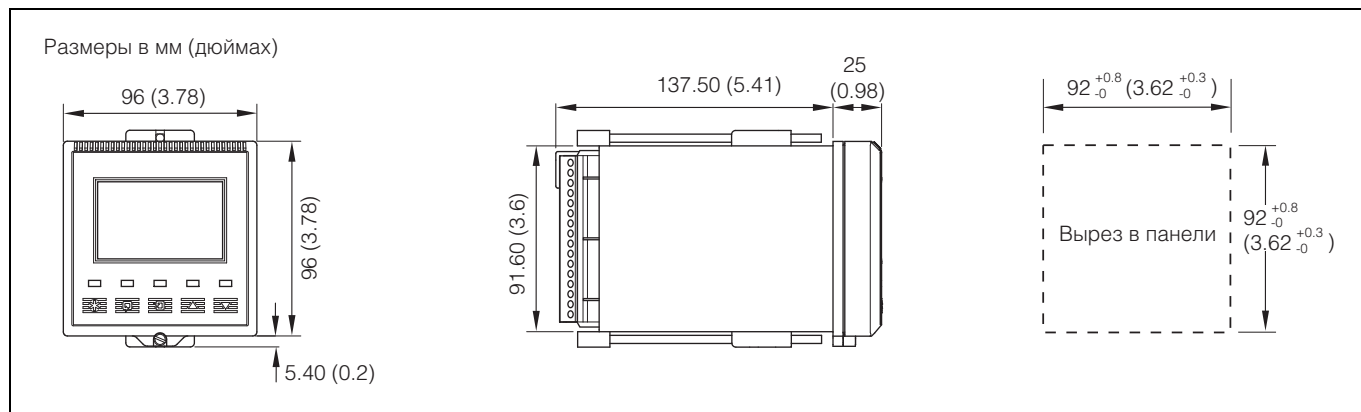

Рис. 6.4 Габаритные размеры
6.2.2 Анализаторы, монтируемые на панели – Рис. 6.4 и 6.5